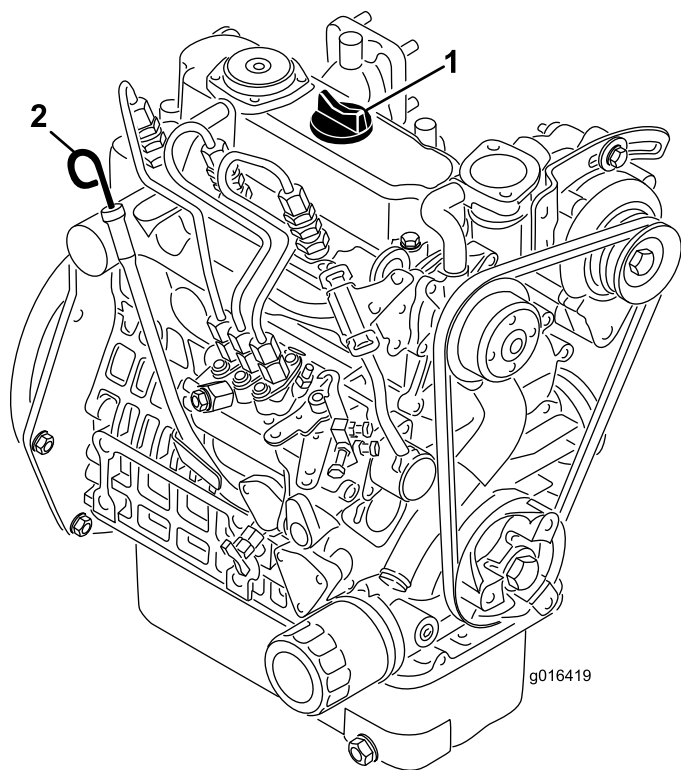

Bild 32
2. Nehmen Sie den Peilstab heraus und wischen Sie ihn mit einem sauberen Lappen ab (Bild 32).